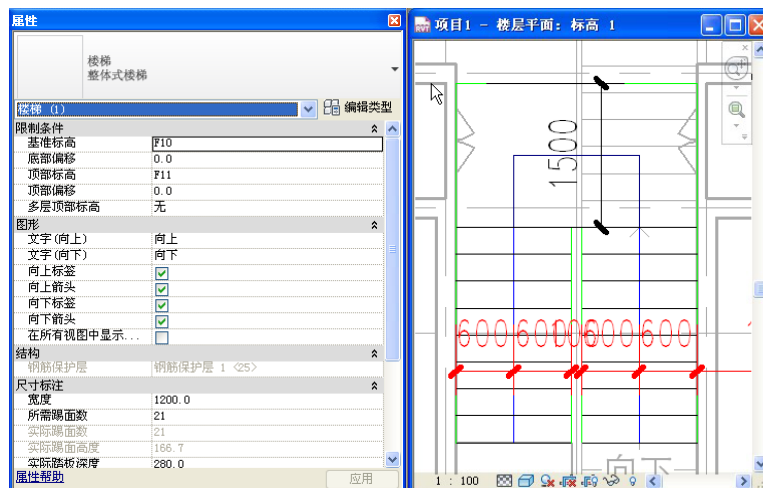

图 4-58
- 15) 在项目浏览器中, 选择进入楼层平面 F10, 单击“常用”选项卡>“楼梯坡道”面板>“楼梯”按钮, 进入楼梯的绘制界面, 点击“工具”面板>“扶手类型”按钮, 在弹出对话框中选择“1100mm”, 确定完成。点击楼梯属性, 设置其宽度为 1200, 所需梯面数为 21, 实际踏板深度为 280, 点击“应用”完成设置, 绘制梯段, 单击“完成编辑模式”完成绘制, 删除楼梯外侧靠墙的扶手 (如图 4-58 所示)。